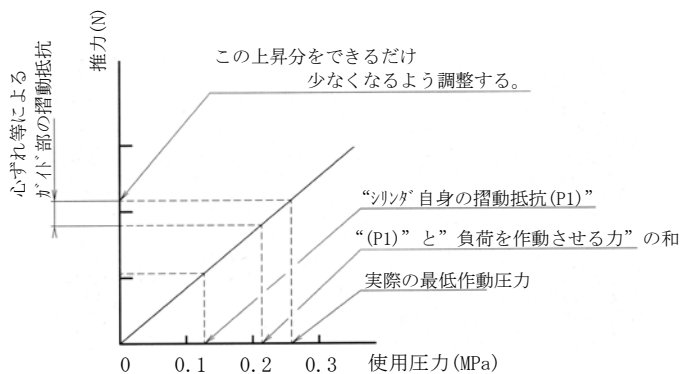

図5(参考)
- 3) 実際の最低作動圧力は、「シリンダ自身の摺動抵抗」、「負荷を作動させる力」、「ガイド部の摺動抵抗」の3つがプラスされたものです。(図5参照)